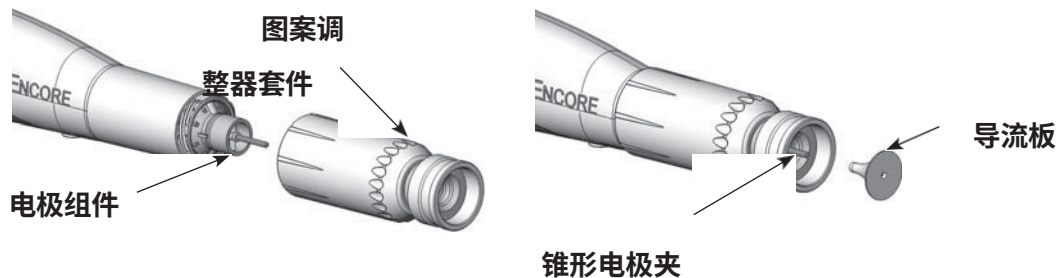

图 8 图案 调节器套件安装
3. 见图 8。将整体锥形喷嘴安装到电极组件上，并顺时针拧紧喷嘴螺母，直至用手指拧紧